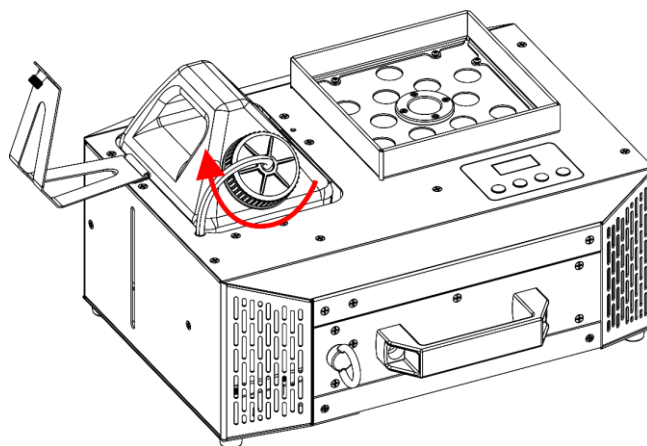

Fig. 35
- 10) Revissez le bouchon sur le réservoir de liquide, comme indiqué sur la Fig. 35.